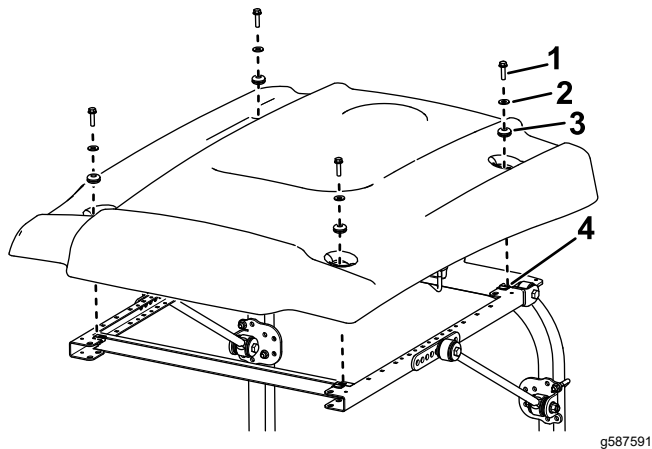

Figura 45
9. Durante l'allineamento dei fori di montaggio, posizionate il parasole sul telaio come mostrato in Figura 45.
10. Montate, senza serrarlo, ciascun angolo del parasole sul telaio con un bullone a testa flangiata (5/16" x 1") con una rondella piccola e un gommino (Figura 45).